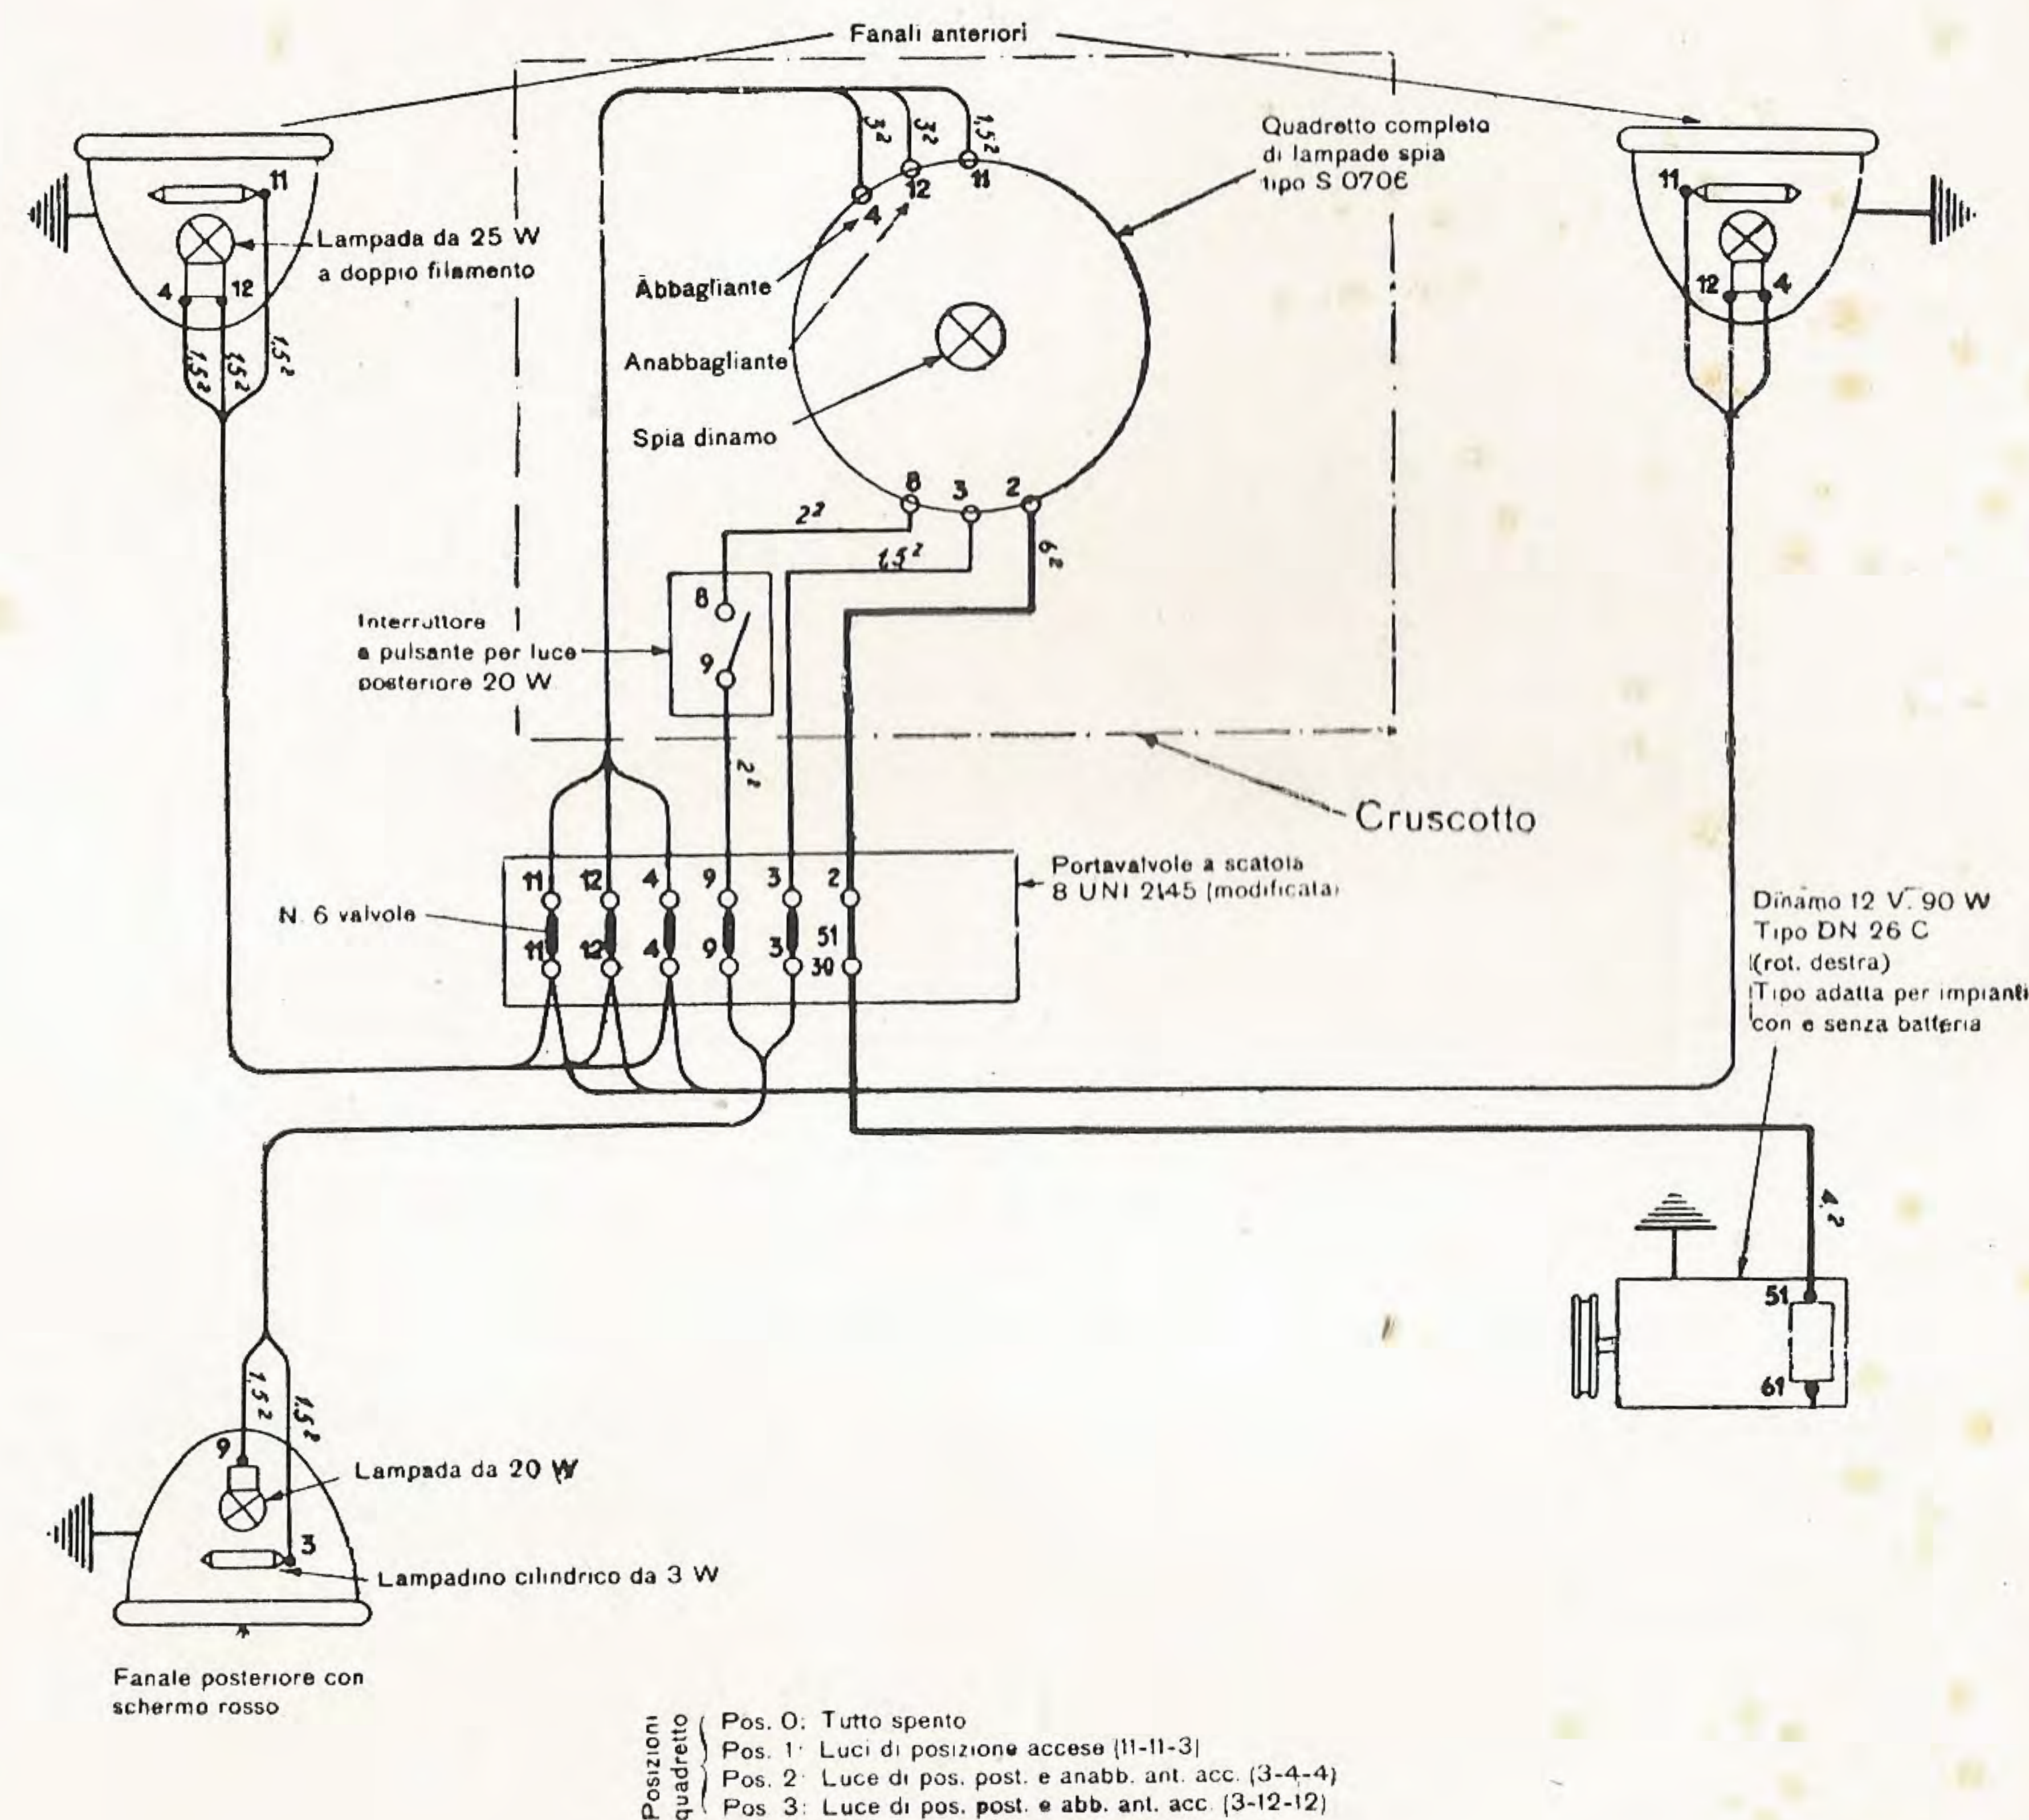
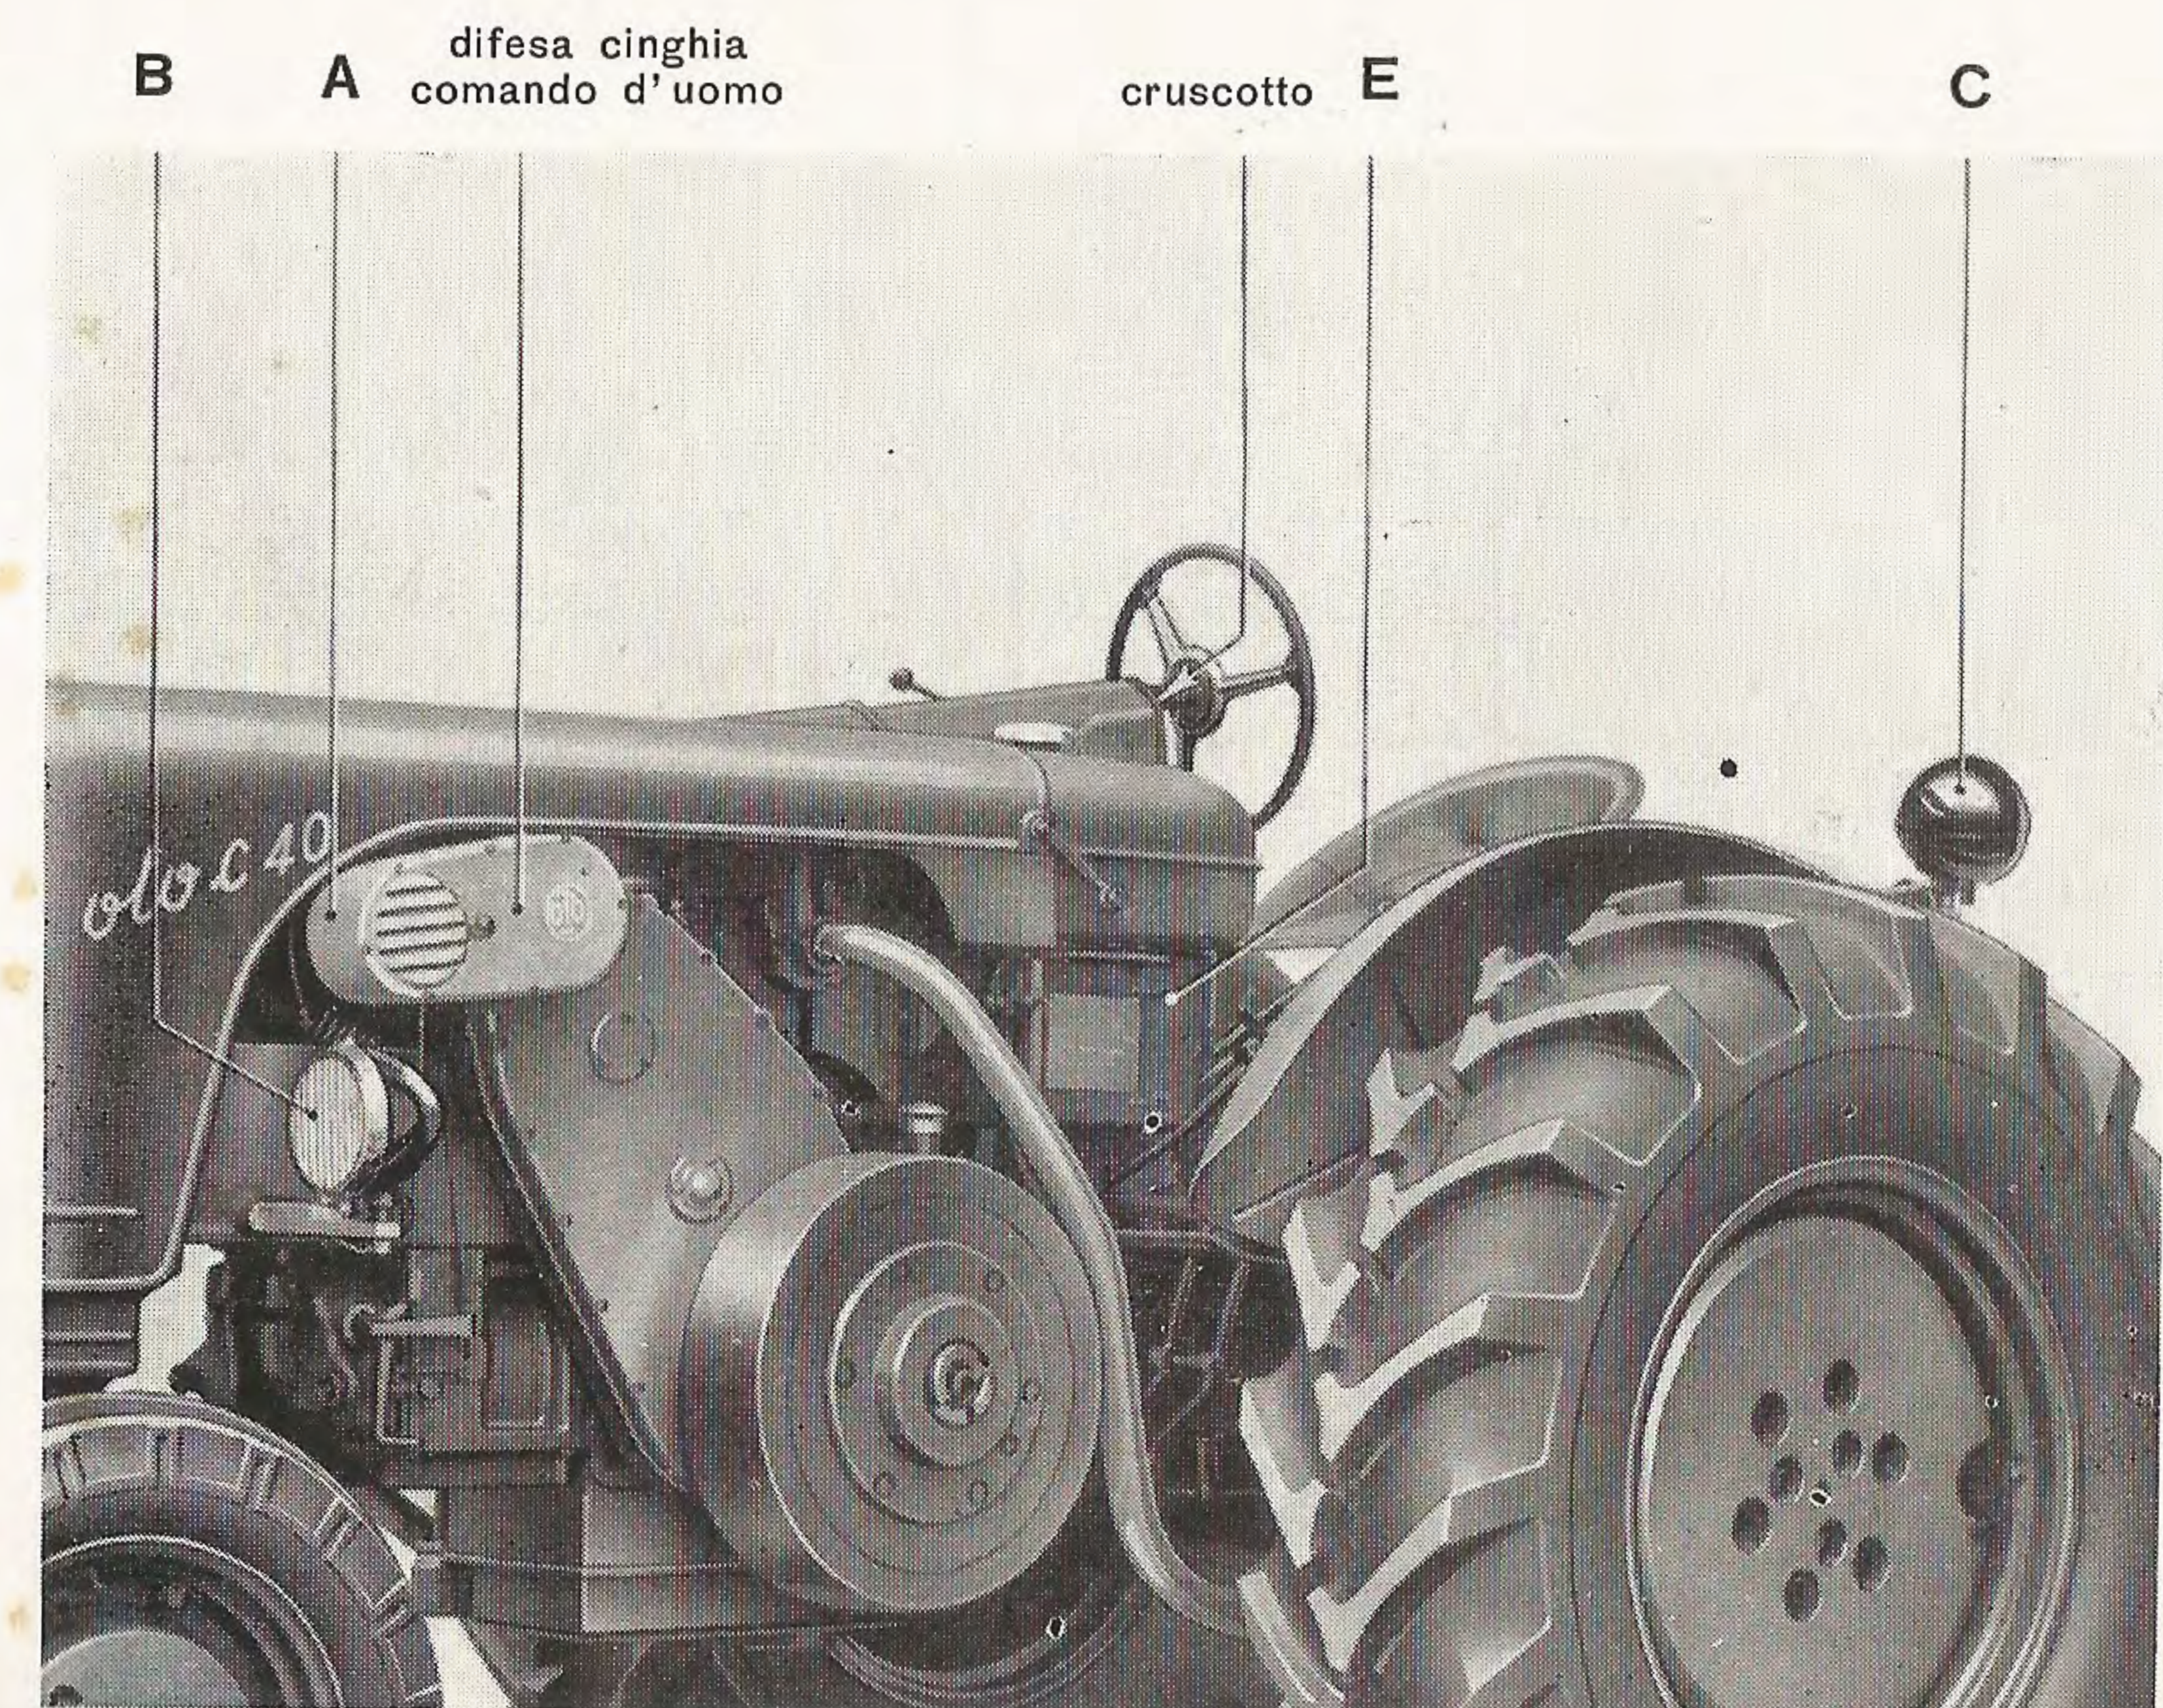

Fig. 12
Fig. 13 — A Dinamo — B Fari anteriori — C Faro posteriore
L'impianto di illuminazione è rappresentato nello schema fig. 12 e nelle figure 13 e 14.
- 1) Una dinamo A (fig. 13) da 90 Watt-12 Volt azionata dall'asse del ventilatore mediante una cinghia trapezoidale.
- 2) Due fari anteriori orientabili B (fig. 13) a tre luci (abbagliante, anabbagliante e luce di posizione) con lampade da 25 Watt a doppio filamento e un lampadino cilindrico da 3 Watt per luce di pos.
- 3) Un faro posteriore orientabile C (fig. 13) a due luci con lampada da 20 Watt e lampadino cilindrico da 3 Watt per luce di pos.